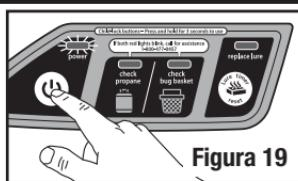

Figura 19
2. Presione el ENCENDIDO (켜), manténgalo presionado 3 segundos hasta destelle la luz indicadora VERDE (Figura 19). Esto coloca a la unidad en un modo de enfriamiento que dura aproximadamente 2 minutos. Cuando la luz del ENCENDIDO se apaga y el ventilador deja de funcionar el Mosquito Vacuum está APAGADO